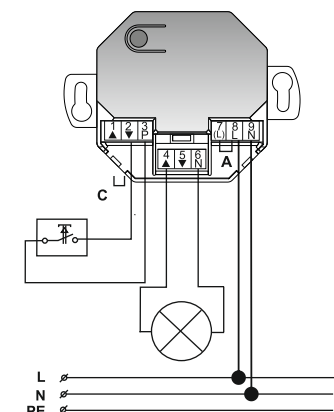

Рисунок 3
- Установить перемычку между контактами 1 и 2 (рис. 3, перемычка С).
- Снять перемычку между контактами 1 и 2 (рис. 3, перемычка С).
Лампы накаливания максимальной мощностью до 220 Вт можно подключать непосредственно к исполнительному устройству Nero II 8413 UPM (см. рис.3). При этом необходимо:
- подключить лампу накаливания к устройству (см. рис. 3)